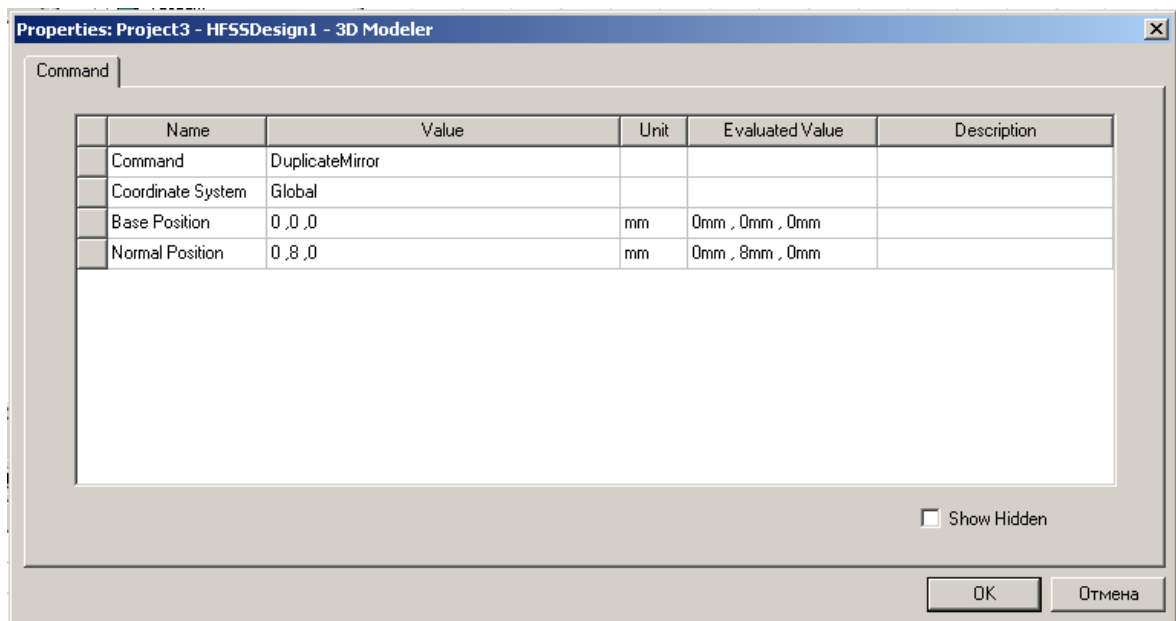

Рис. 9.10. Параметры оси, относительно которой выполняется зеркальное отражение одной части щели антенны
3. Установите конечную точку вертикали, относительно которой будет выполняться зеркальное отражение, используя приращение координат dX, dY, dZ (рис. 9.10).